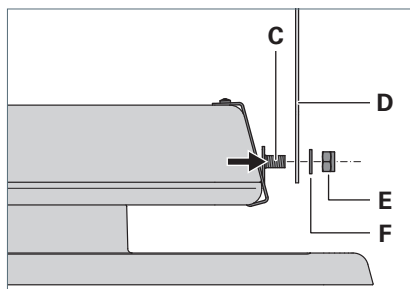

Fig. 9: Aggancio dell'apparecchio d'illuminazione al supporto.
- ▶ Mantenere l'apparecchio d'illuminazione tra il supporto **D** e inserire il perno filettato destro **C** dall'interno nel foro del supporto, vedi Fig. 9.